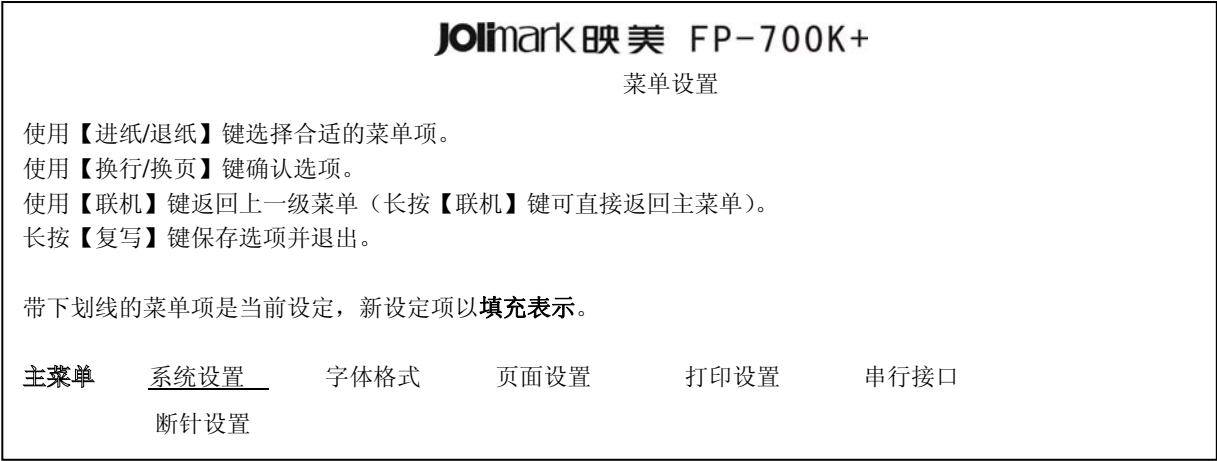

图 4-4 进入菜单设置系统的打印示例
- 首先打印出标题和第一个菜单（如图 4-4 所示）。带下划线的选项是当前的默认选项。打印头就停留在当前默认选项下方。